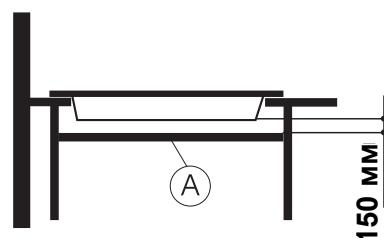

Рис. 5
- Если под газовой варочной поверхностью будет установлена горизонтальная перегородка «A», то расстояние между панелью и перегородкой должно быть не менее 150 мм (рис. 5).
- Положить панель нижней стороной вверх и приклеить прокладку по периметру панели (рис. 5).